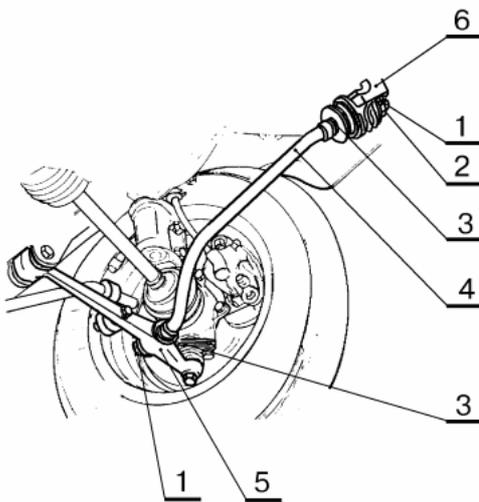

Рисунок 4 - Регулировка угла продольного наклона оси передних колес автомобилей ВАЗ 2108, 2109, 21099, 2113, 2114, 2115, 1117, 1118, 1119:
5.1.1 Отвернуть гайки 1, рисунок 4, крепления растяжки к кронштейну 6 и нижнему рычагу 5 подвески (ключ кольцевой колечатый 24).
моменты затяжки гаек 1, рисунок 4, крепления растяжки к рычагу и кронштейну от 160 до 170 Н.м (от 16,0 до 17,0 кгс.м) и от 150 до 160 Н.м (от 15,0 до 16,0 кгс.м) соответственно;